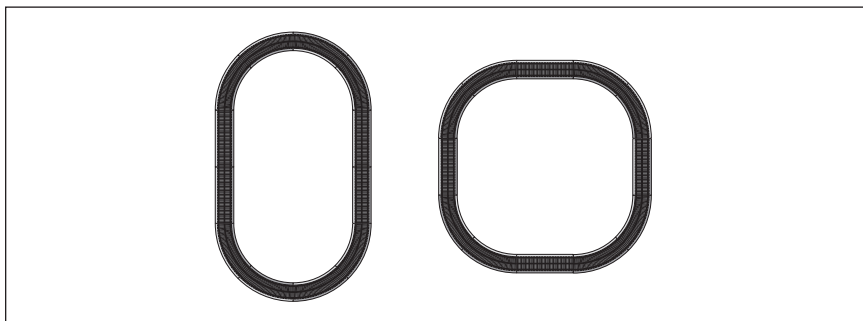

Figure 2. Aménagement de la voie ferrée
**V**otre ensemble comprend huit sections de voie ferrée courbées, trois sections de voie ferrée droites de 10 po et une section secteur de voie ferrée. La figure 2 donne un exemple d'aménagement ovale qui peut être réalisé avec ces sections. En ajoutant plus de sections de voie ferrée FasTrack, vous pouvez créer un nombre sans fin d'aménagements pour plus de plaisir, d'action et de diversité.